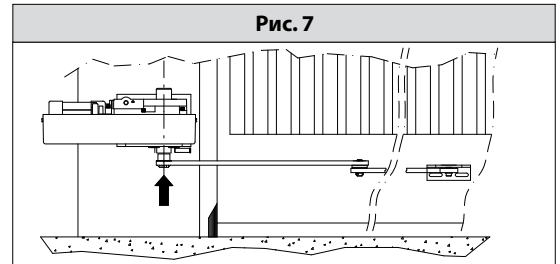

Рис. 8
- Правильное положение рычага показано на Рис. 8.
- Кронштейн рычага крепится в выбранном месте створки ворот на расстоянии показанном на Рис. 8.